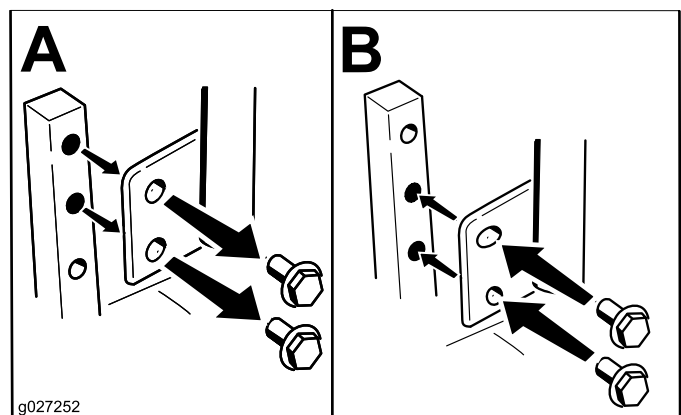

Figura 12
Las palancas de control de movimiento pueden ser ajustadas hacia arriba o hacia abajo para que su manejo sea más cómodo (Figura 12).
2. Afloje el perno inferior lo suficiente para poder desplazar hacia adelante o hacia atrás la palanca de control (Figura 12).